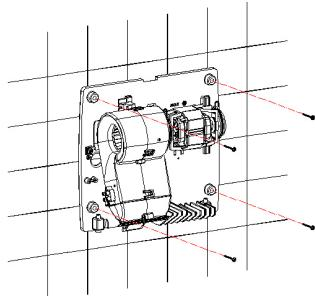

Рисунок 7
**3. УБЕДИТЬСЯ В ТОМ, ЧТО ВСЕ 4 РЕЗИНОМЕТАЛЛИЧЕСКИЕ ВТУЛКИ ВСТАВЛЕНЫ ПРАВИЛЬНО. ПЛОТНО ЗАКРЕПИТЬ ОСНОВАНИЕ НА СТЕНЕ, ЗАКРУТИВ 4 ПОСТАВЛЯЕМЫХ В КОМПЛЕКТЕ ШУРУПА (РИС. 7).**